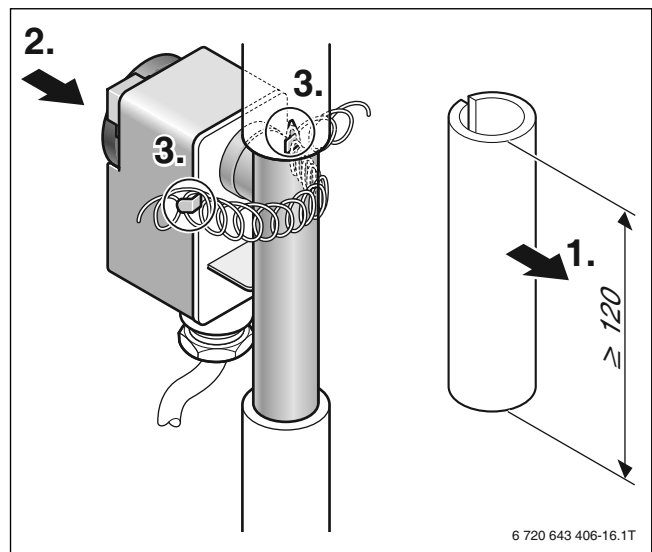

Fig. 17 Montage du thermostat
- Perforer trois trous pour le support mural à l'emplacement approprié et insérer les chevilles (→ fig. 17 à 19). L'alsage marqué (9 mm, fig. 17) désigne le milieu des raccords de circuits de chauffage.
- ▶ Fixer le thermostat sans entrefer avec le tuyau de départ (→ fig. 17).